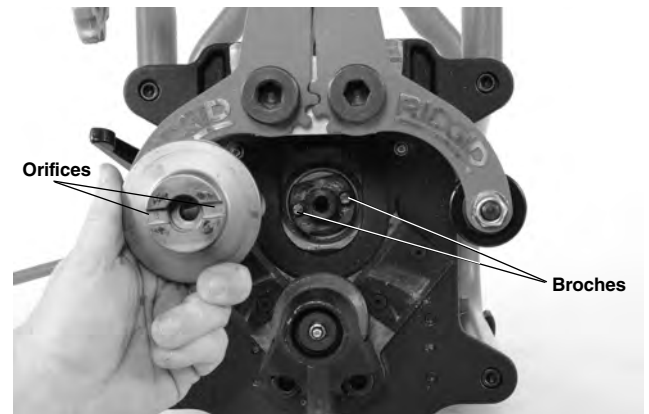

Figure 25B – Remplacement des têtes de coupe
5. Lors du remplacement d'une tête de coupe, assurez-vous qu'elle est carrément assise sur l'arbre et que ses orifices s'engagent bien sur les broches d'entraînement (Figure 25B). Réinstallez et serrez la vis 6-pans creuse de la tête à l'aide de la clé Allen et de la clé à ergots fournies.